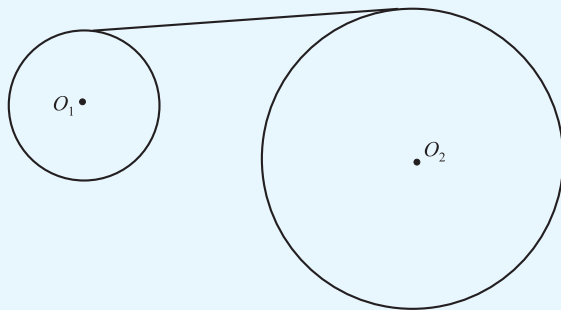

图 1-1-20 真题精选图 3
14.【2022·甘肃】(绘图题)如图 1-1-20 所示,已知两圆半径 R_1 、 R_2 及圆心 O_1 、 O_2 , $R_1 = 10$ mm、 $R_2 = 20$ mm,请用半径 $R = 9.5$ mm 的圆弧外连接两圆,要求保留作图线。